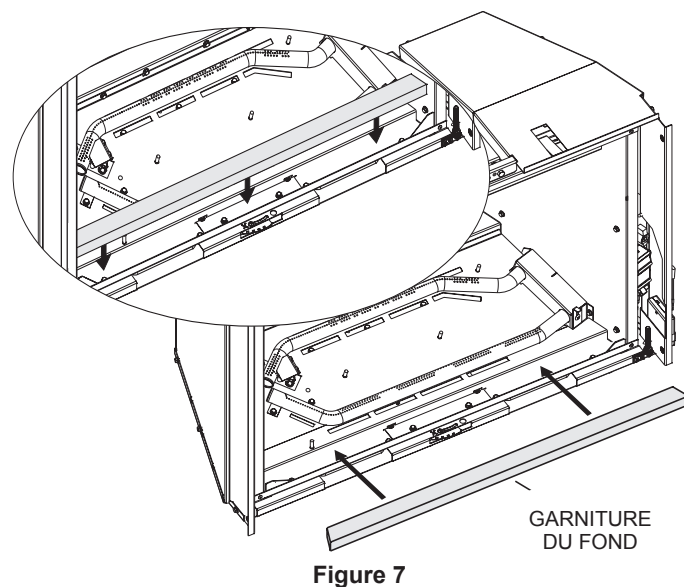

Figure 7
8. Placer la garniture comme montré à la **Figure 7**.